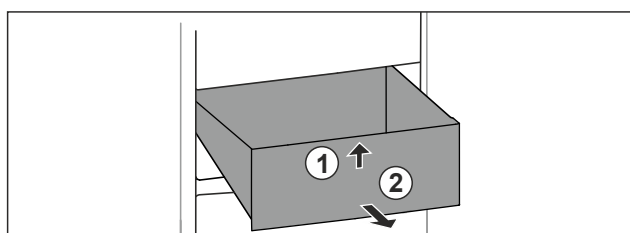

Fig. 80
- Повдигнете чекмеджето отпред. Fig. 80 (1)
- Извадете чекмеджето напред. Fig. 80 (2)